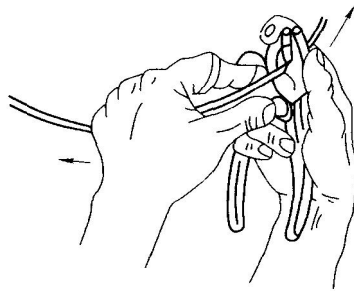

图 8-3 钢丝钳剖削塑料硬线绝缘层
①根据所需线头长度用钢丝钳刀口切割绝缘层，注意用力适度，不可损伤芯线。
②接着用左手抓牢电线，右手握住钢丝钳头用力向外拉动，即可剖下塑料绝缘层，如图 8-3 所示。
③剖削完成后，应检查线芯是否完整无损，如损伤较大，应重新剖削。塑料软线绝缘层的剖削，只能用剥线钳或钢丝钳进行，不可用电工刀剖，其操作方法与此同。
- ①首先根据所需剖削长度，用电工刀在导线外表织物保护层割切一圈，并将其剥离。
- ②距织物保护层 10mm 处，用钢丝钳刀口切割橡皮绝缘层。注意不能损伤芯线，拉下橡皮绝缘层，方法与图 8-3 类同。